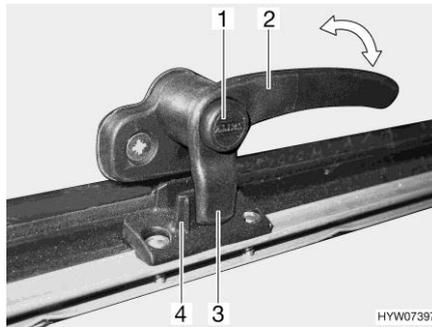
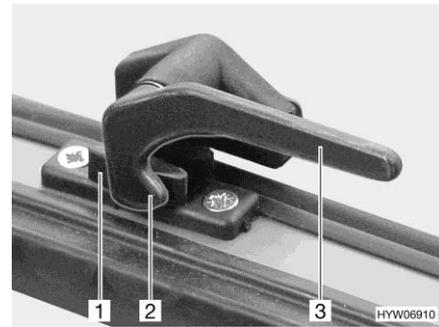

Bild 117 Verriegelungshebel mit Sicherungsknopf in Stellung "geschlossen"
Bild 118 Verriegelungshebel in Stellung "geschlossen"
- Wenn vorhanden, Sicherungsknopf (Bild 117,1) drücken und gedrückt halten.
- Alle Verriegelungshebel (Bild 117,2 oder Bild 118,3) eine viertel Umdrehung zur Haubenmitte hin drehen.
- Alle Verriegelungshebel (Bild 117,2 oder Bild 118,3) eine viertel Umdrehung zum Rahmen hin drehen. Die Verriegelungsnase (Bild 117,3 oder Bild 118,2) liegt auf der Innenseite der Haubenverriegelung (Bild 117,4 oder Bild 118,1).
- in Stellung "fest verschlossen" (Bild 117 und Bild 118)